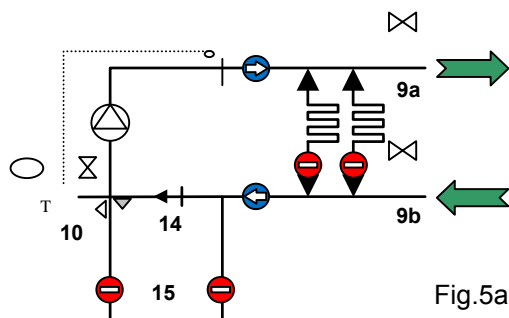

Fig.5a
Remplissez ensuite le distributeur et le TempCo Floor Eco d'eau de chauffage selon la VDI 2035. Pour ce faire, vous devez raccorder le tuyau de remplissage (9b) et le tuyau de vidange à la conduite d'alimentation (9a) (Fig. 5a). Ouvrez les robinets (9a et 9b) et remplissez le distributeur et la station directrice jusqu'à ce que l'eau sorte de la conduite d'alimentation (9a). Refermez ensuite les deux robinets. En cas de températures froides de l'eau, l'élément de la sonde de la tête thermostatique (10) doit être retiré de l'enveloppe immergée ou on utilisera une vanne manuelle de protection au lieu de la tête thermostatique, de sorte que l'écoulement se fasse par le robinet à trois voies.